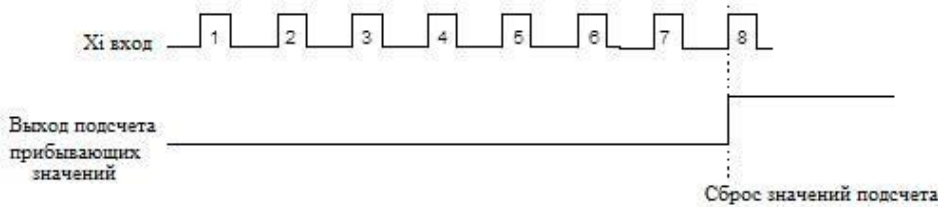

Рисунок 5.3.12 Подсчет прибывающих значений
- ◆ Если значение счета достигает значения, определенного параметром Р3.32, выходной сигнал клеммы действителен, как показано на Рис. 5.3.12.